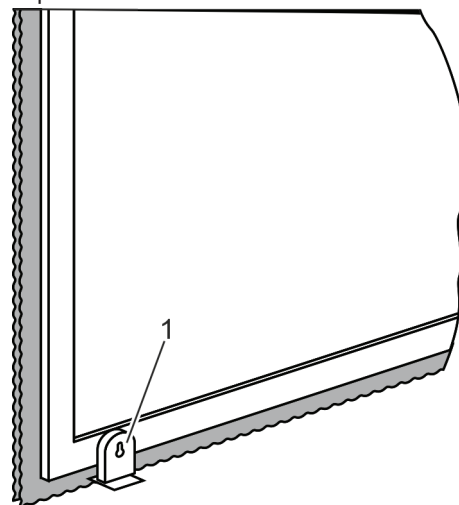

Рис. 26 Напольное блокировочное устройство
1. Разблокировать напольное блокировочное устройство (рис. 26/1) для створок. Разблокировать цилиндр замка (рис. 26), повернув его на два полных оборота.